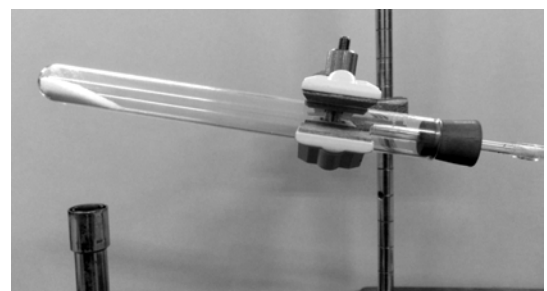

図5 試験管での固体の加熱
③ 事故例
(5) 試験管での固体の加熱
① 試験管での固体の加熱の仕方
- ア 試験管の口をやや斜め下にして、加熱部分に液体がたまらないようにする。(図5)